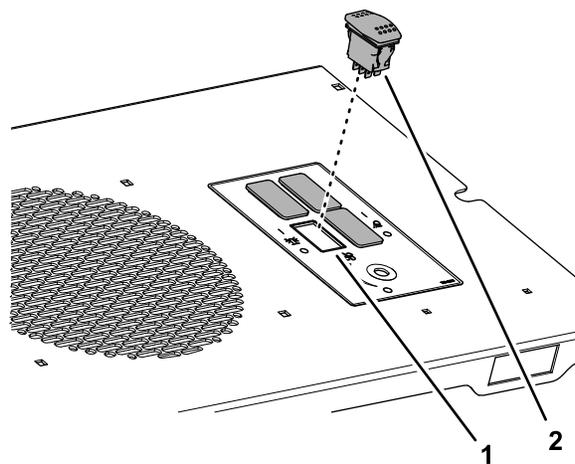

Figura 12
7. Ligue o interruptor do farol rotativo ao painel de interruptores, como se mostra na Figura 12.